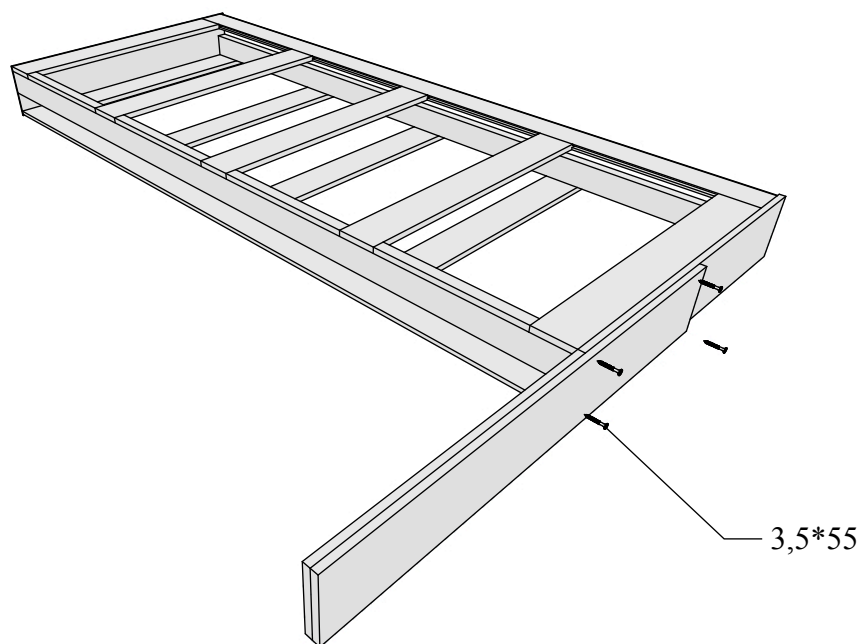

Рисунок 13
4.6 Установить верхний элемент (Деталь А) с верхней направляющей с одной из сторон и закрепить саморезами 3,5*55 (Рис. 13).